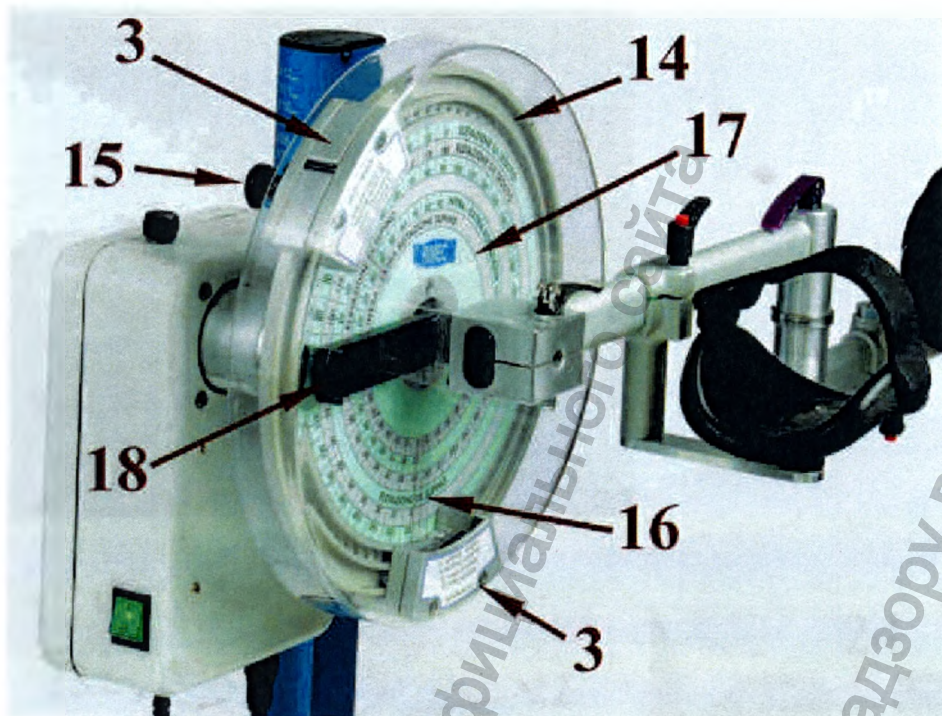

Рис. 8
Ограничители движения (3) определяют верхнюю и нижнюю границы угла движения механической руки. Они могут свободно перемещаться по краю диска (14) и фиксируются пружинными фиксаторами (15). Указатели (16), расположенные на ограничителях движения, помогают терапевту определять нужный угол по шкале значений (17). См. Рис. 8.